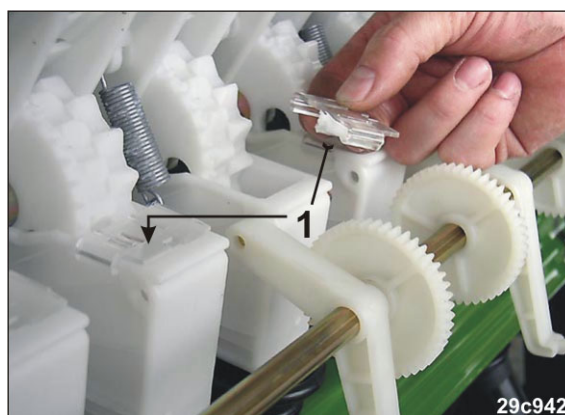

Fig. 125
4. Markér nye køresporssåhjul ved at sætte finsåhjulsbørster (Fig. 125/1) på de nye køresporssåhuse.